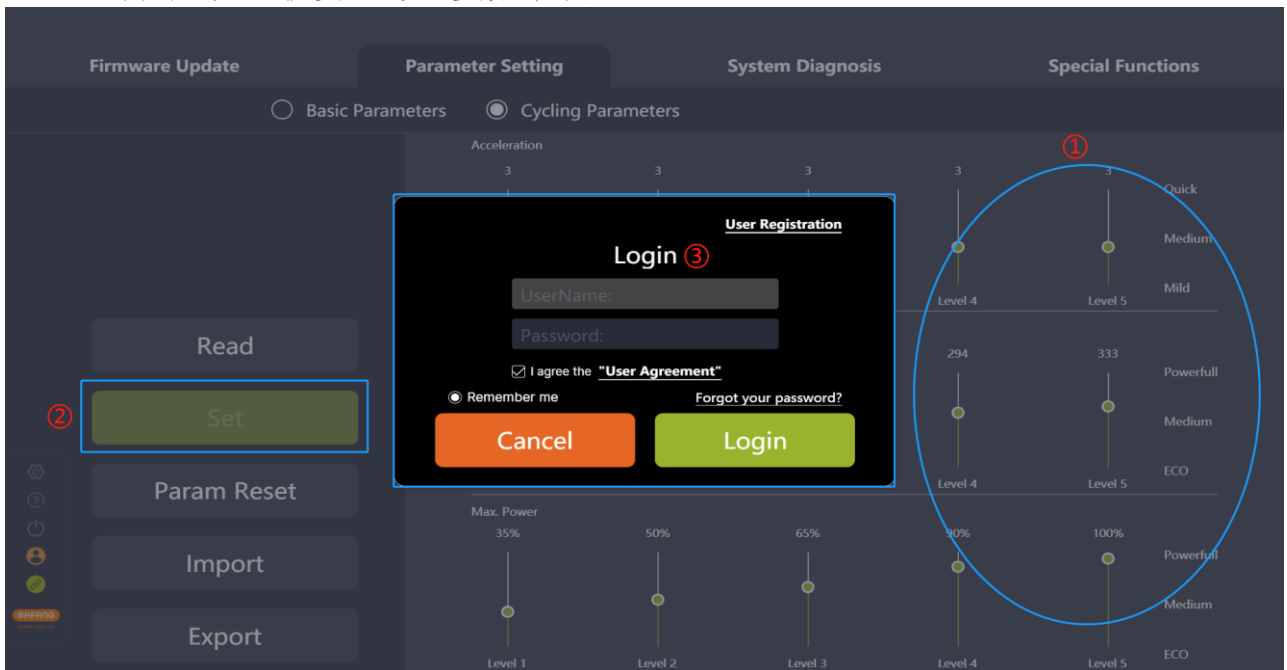

图 5-12 登录
- (1) 读取成功后，拉动滑动条来调整右侧参数；
- (2) 参数调整完毕后，点击“设置”，将当前参数保存到控制器中；
- (3) 如未登录会弹出登录界面，提示用户登录（如图 5-12）。注意：未登录取得授权情况下，无法进行参数设置；